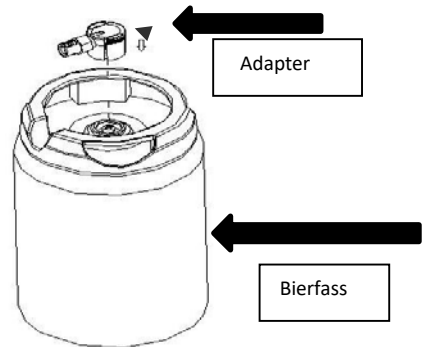

Abbildung 8
2. Installieren Sie den Adapter an der Bier-Zapfanlage und stellen Sie sicher, dass der Schlauch gut angeschlossen ist. (Abbildung 8 und 9)